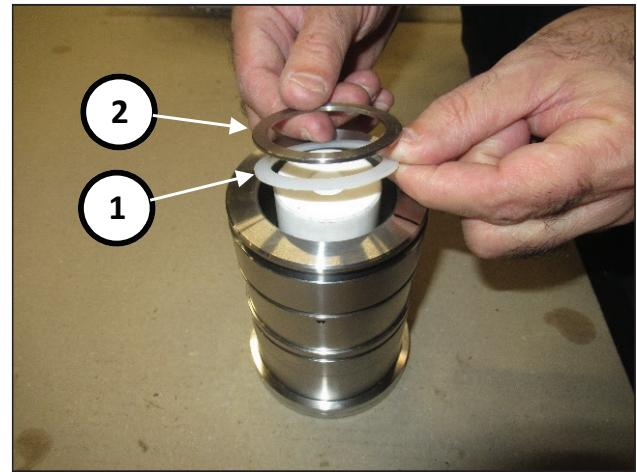

Abb. 182
Setzen Sie den Stützring (Pos. ①, Abb. 182) und den Lagerring ein (Pos. ②, Abb. 182).